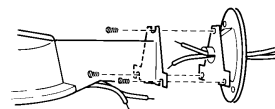

Fig. 4
Paso 6: Monte el portalámparas en el adaptador de la placa de montaje utilizando los tres tornillos y las tuercas suministradas (Fig. 4). El cable de suministro de la casa debe estar en el área inferior del brazo del portalámparas en este punto.